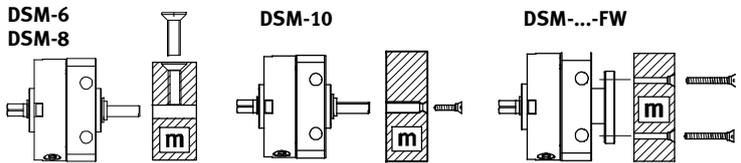

Fig. 5
- 请您将工作负载移动至输出轴上 (动力输出轴/法兰轴) (Fig. 5)